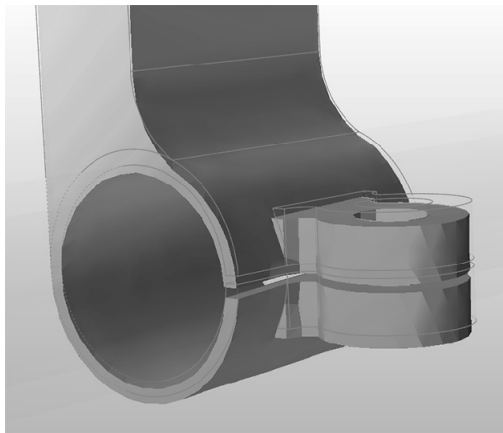

图 12-27
- 5) 请注意，在杆穿过 L 形托架的区域发生了位移（见图 12-27），因为杆没有从夹钳分离。